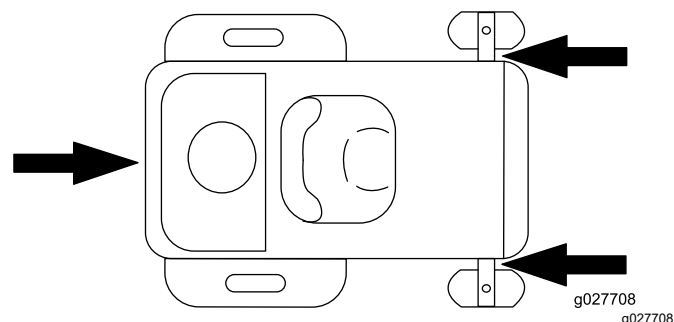

Figura 30
- Legați mașina pe remorcă sau pe camion folosind curele, lanuri, cablu sau frânghii. Folosiți doar locurile de legare de pe mașina de tuns iarba desemnate ca atare, așa cum este ilustrat în Figura 30. Utilizați aceste locuri chiar și atunci când transportați mașina de tuns iarba cu un accesoriu atașat. Folosirea locurilor de legare nepermise poate duce la deteriorarea mainii de tuns iarba și/sau a dispozitivului de atașare.